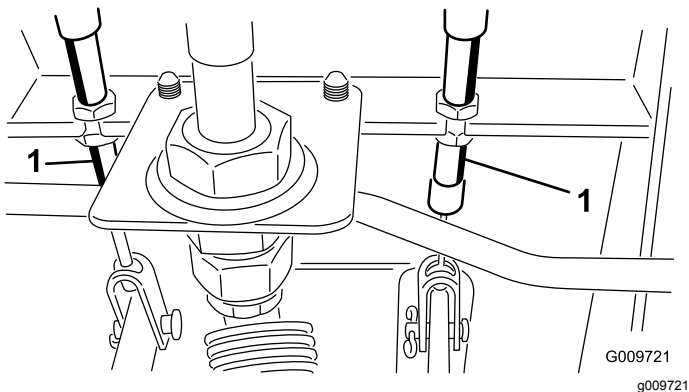

Рисунок 104
- А. Отпустите переднюю гайку на резьбовом конце троса тормоза (Рисунок 104).